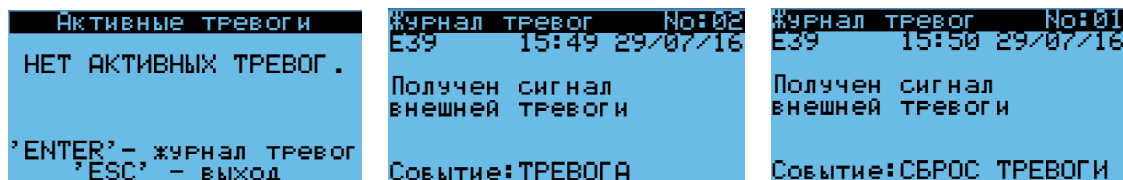

Рис. 5
8.4 Ранее возникавшие тревоги можно посмотреть в «Журнале тревог», перейдя в него из меню активных тревог или со страницы информации об отсутствии активных тревог нажатием кнопки «←» (см. рис. 5)